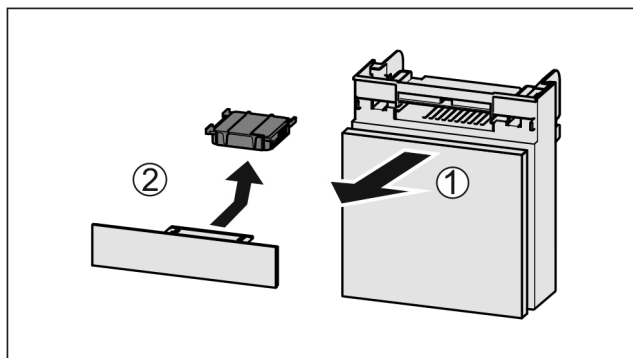

Fig. 88
- Pretinac izvadite Fig. 88 (1) prema naprijed.
- Izvadite filtir s aktivnim ugljenom Fig. 88 (2).